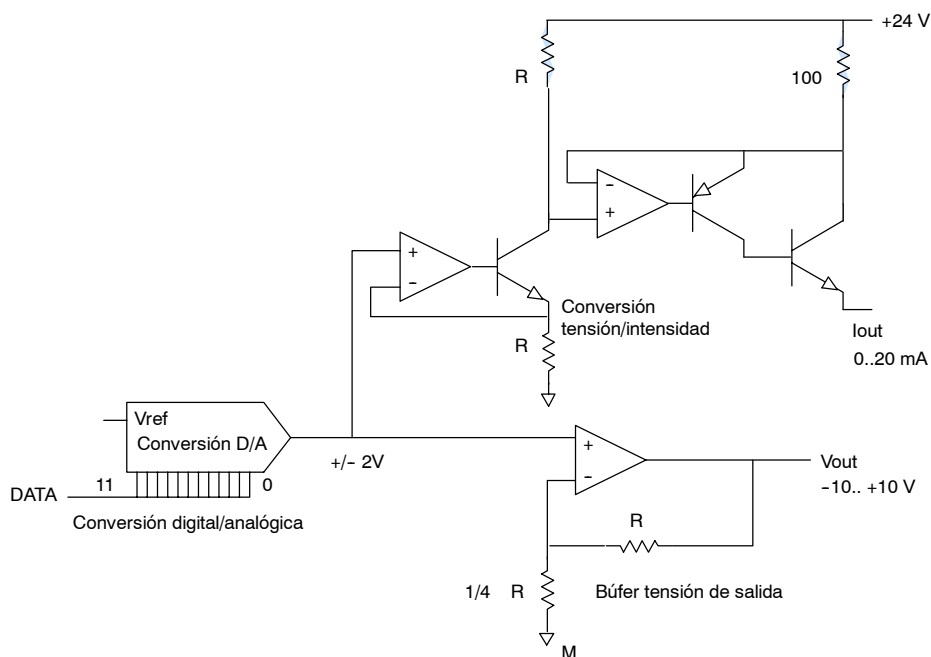

Figura A-21 Diagrama de bloques de las salidas del EM 232 y EM 235
- ☐ Cortocircuite las entradas de los canales no utilizados (v. fig. A-21).